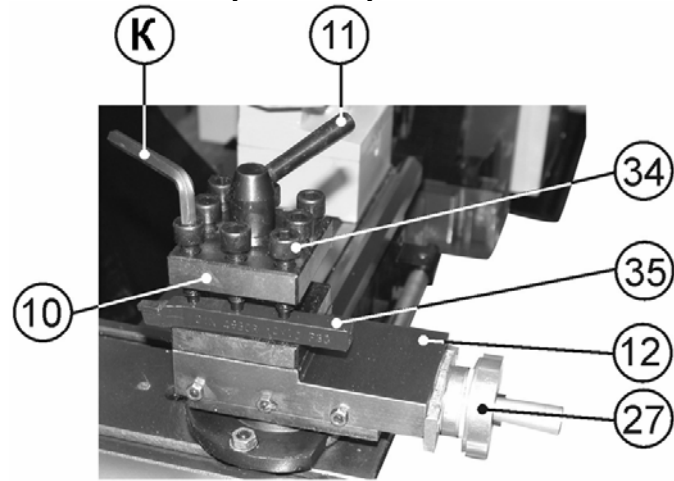
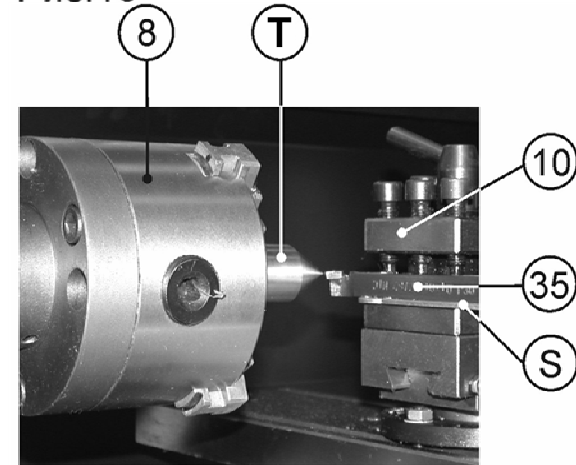
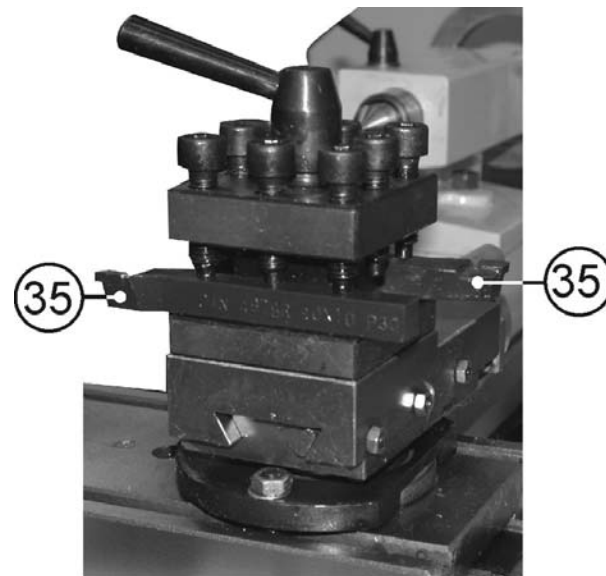

Рис.11
Рис.12
Рис.13
10.1.8. Используя шестигранный ключ (К), Рис.16, выкрутите 3 болта (34). Установите необходимый для предполагаемой операции резец (35) в резцедержатель (10). Равномерно, с достаточным усилием закрутите три болта (34), Рис.11. Убедитесь, что режущая часть головки резца (35) находится по центру диаметра заготовки. Положение резца (35) проверьте по центру (Т), зажатом в трёхкулачковом самоцентрирующемся патроне (9). Вылет головки резца должен быть примерно 10 мм, но не превышать 15 мм (не должен превышать полторы высоты державки резца). По необходимости, при установке резца используйте подкладки (S) разной толщины. Допускается использовать только одну подкладку, Рис.12.
10.1.9. Для ускорения и удобства работы можно установить в резцедержателе (10) параллельно, но направленные в противоположные стороны головками, два резца (35), Рис.13, при условии, что оба резца (35) в резцедержателе (10) закрепляются тремя болтами (34), Рис.11.
10.1.10. Поверните ручку фиксации резцедержателя (11) против часовой стрелки, поворачивая резцедержатель (10). Выберите необходимый для данной операции резец (35) или угол установки резца (35), зафиксируйте положение резцедержателя (10), повернув ручку фиксации резцедержателя (11) в обратном направлении с определённым усилием, Рис.11.